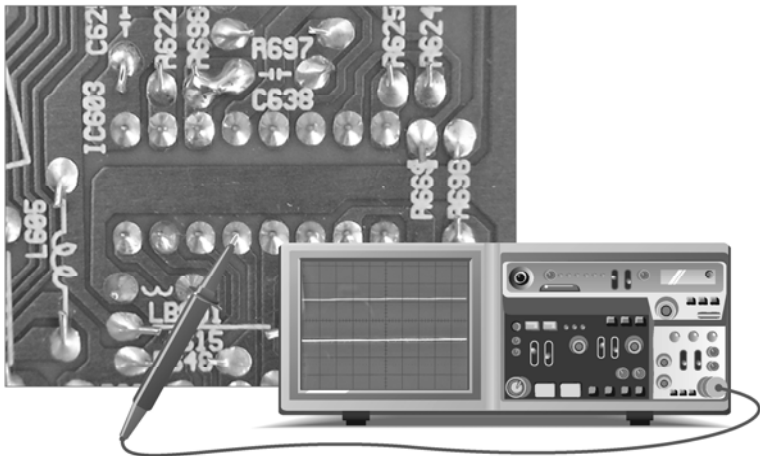

图 2-71 IC603⑬脚输出的 B 屏显信号的检测
然后将示波器探头放到 IC603 ⑬脚上，对字符 G 信号进行检测，具体操作及波形如图 2-71 所示。